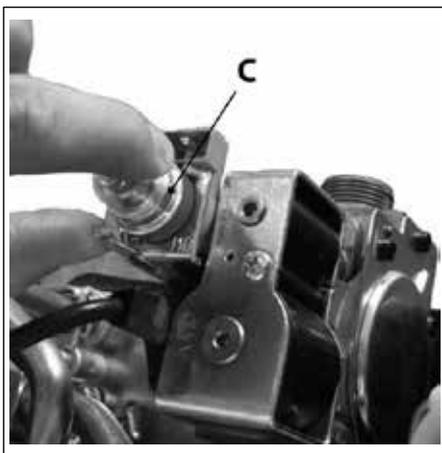

Fig. 39 Bobina modulación válvula de gas
- Volver a montar la tapa plástica **C** (ver Fig. 39 Bobina modulación válvula de gas), colocada en la parte más alta de la bobina del modulador, que protege los tornillos de regulación del regulador de presión.